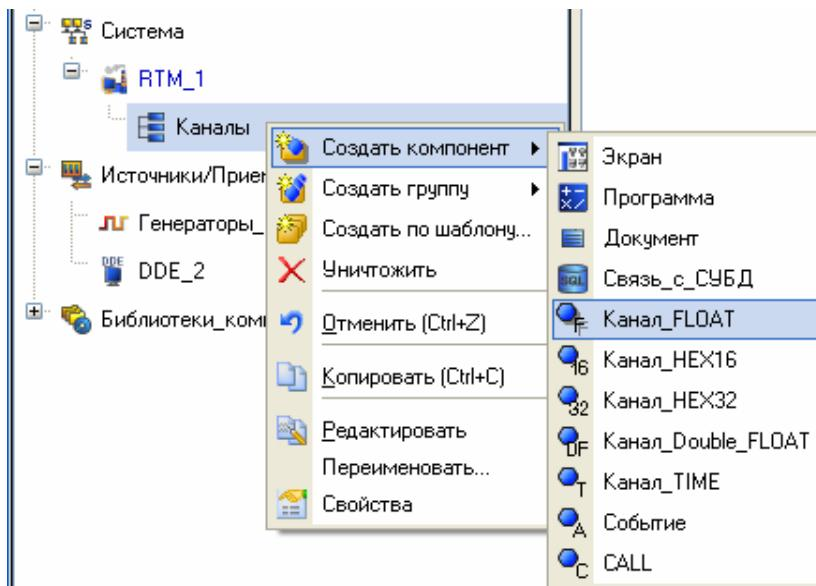

Рис. 6.5
6.4.2.3. У вузлі **RTM_1** створити канал класу **Float** типа **Input** (за умовчанням) (рис. 6.5).